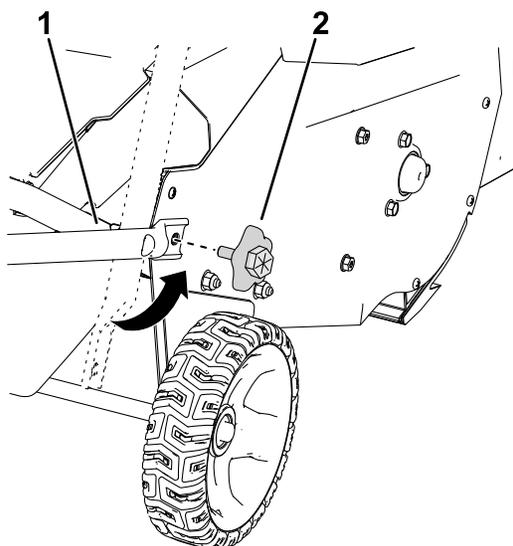

Рисунок 6
5. Переместите нижнюю рукоятку на штатное место и установите нижние маховички рукоятки, как показано на Рисунок 6.